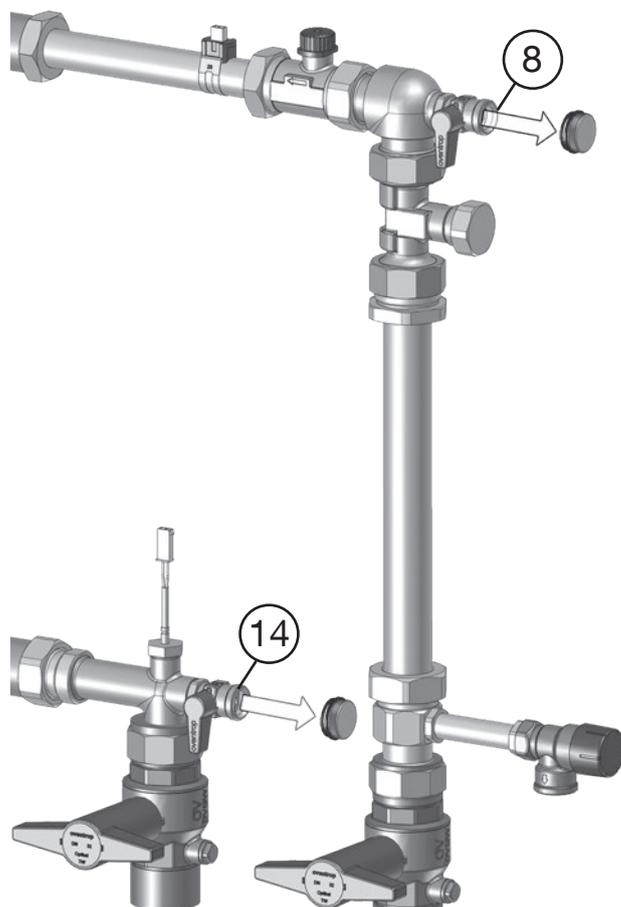
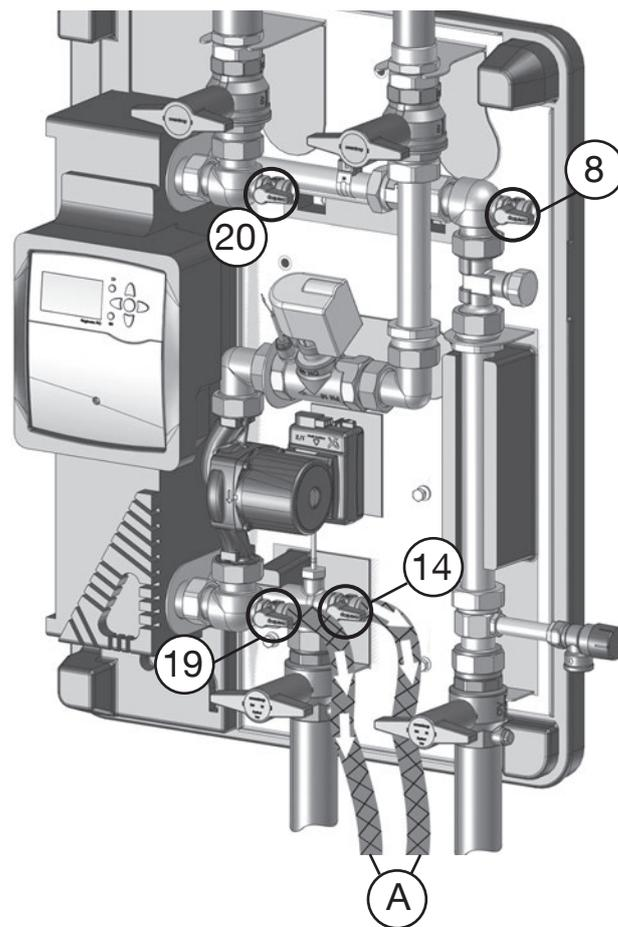

Fig. 5.2: Dévisser les capuchons de fermeture des robinets de vidange et de remplissage à tournant sphérique
Fig. 5.5: Vidanger la tuyauterie et l' changeur de chaleur
3. Dévisser les capuchons de fermeture des robinets de vidange et de remplissage à tournant sphérique (8 et 14) (Fig. 5.2).
3. D visser les capuchons de fermeture des robinets de vidange et de remplissage   tournant sph rique (8, 14, 19, 20, voir aussi Fig. 5.2 en page 31.).
4. Equiper les deux robinets de vidange et de remplissage   tournant sph rique inf rieurs (14 et 19) d'un tuyau d' vacuation (A).
5. Ouvrir les robinets de vidange et de remplissage   tournant sph rique (8, 14, 19 et 20) pour vidanger la tuyauterie et l' changeur de chaleur (Fig. 5.5).